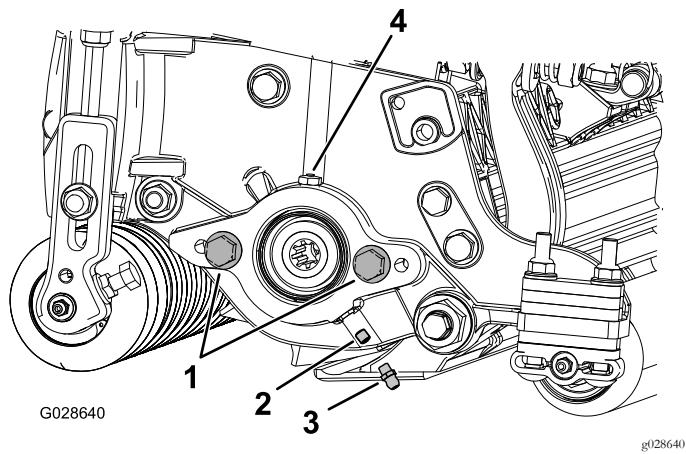

Figura 6
1. Togliete ed eliminate la vite di fermo sulla piastra laterale del motore dei cilindri (Figura 6).
2. Montate il raccordo d'ingrassaggio diritto (Figura 6).
3. Se non sono presenti viti a testa cilindrica sulla piastra laterale del motore dei cilindri, montateli (Figura 6).
5. Montate il motore dei cilindri e ingrassate la piastra laterale fino a quando il grasso in eccesso non fuoriesce dallo spurgo del grasso (Figura 6).